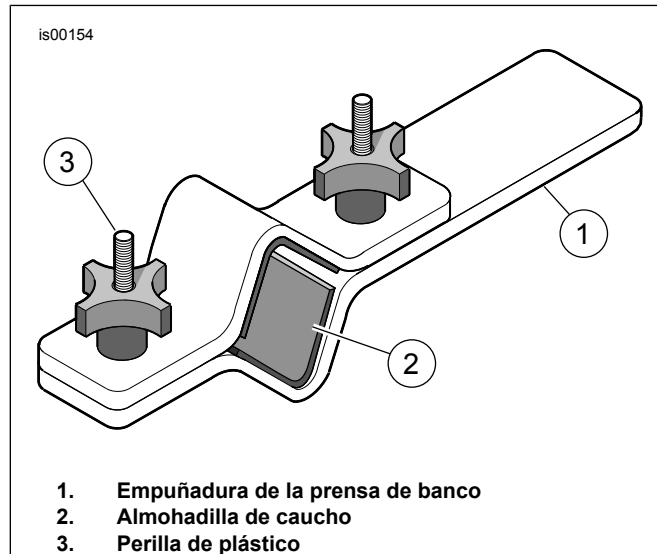

Figura 6. Soporte del tubo de la horquilla (HD-41177)
- Figura 6 Instale la horquilla en el sujetador del tubo de la horquilla (HD-41177) de la siguiente manera:
- Sujete el extremo de la herramienta (1) en la presa de banco en posición horizontal.